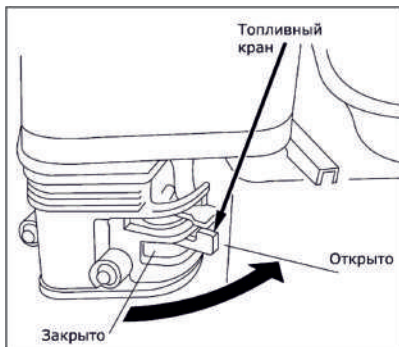

Рис. 7
1. Поставьте рычаг топливного крана в положение «ОТКРЫТО» (Рис. 7)